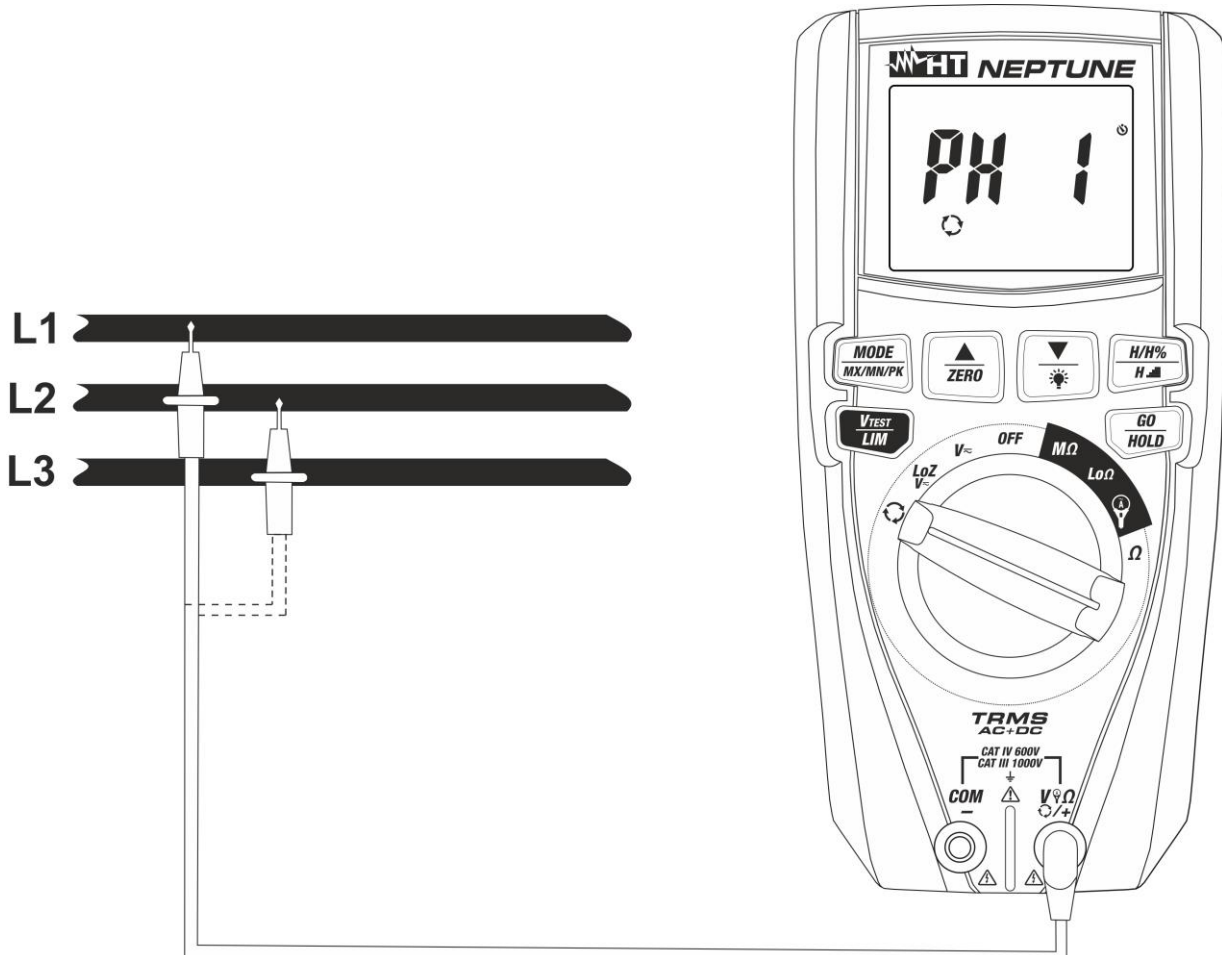
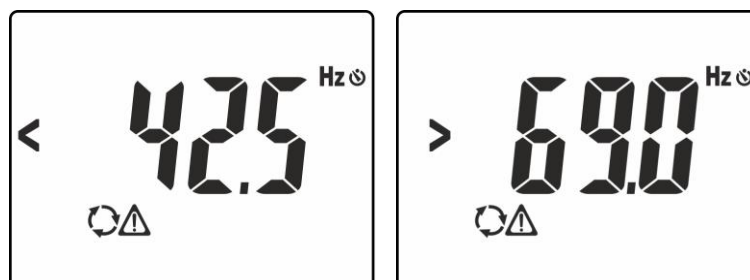
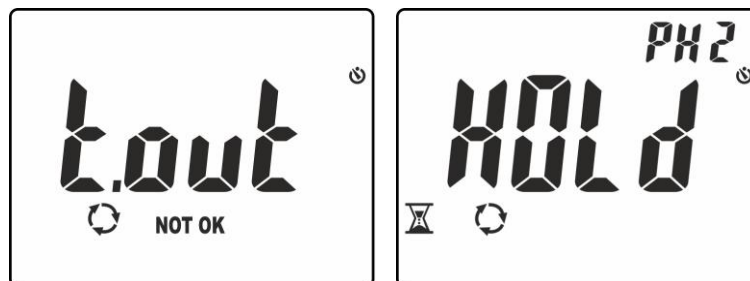

Fig. 10: Uso dello strumento per test di senso ciclico e concordanza delle fasi
Fig. 11: Segnalazione di tensione con frequenza errata
Fig. 13: Riconoscimento fase L1 e attesa per fase L2
3. Posizionare il puntale rosso sulla fase **L1** del sistema trifase in esame (vedere Fig. 10). I seguenti messaggi possono essere mostrati a display (vedere Fig. 11) a identificare la presenza di un segnale di tensione con frequenza esterna all'intervallo **42.5Hz ÷ 69Hz**. In tali condizioni lo strumento non esegue il test
6. Posizionare il puntale rosso sulla fase **L2** del sistema trifase in esame (vedere Fig. 10). Nel caso in cui il passaggio tra la fase L1 e la fase L2 avvenga in un tempo maggiore di **10s** lo strumento mostra il messaggio **"t.out"** a display (vedere Fig. 13 – parte sinistra) In condizioni corrette di tensione e frequenza, lo strumento mostra il messaggio **"HOLD"**, i simboli  e **"PH2"** ed emette un suono continuo in attesa del riconoscimento di un valore stabile di tensione sulla fase L2 (vedere Fig. 13 – parte destra)